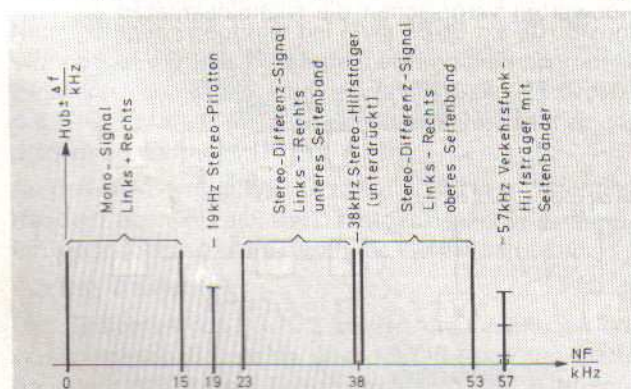

Bild 19 UKW-Modulationsspektrum
- Für die Dual-Übertragung (Zweitono) ist das UKW-Stereo-Übertragungsverfahren nur bedingt geeignet. Anstelle des Stereo-Differenz-Signals $L - R$ müsste das Mono-2-Signal über den unterdrückten Träger (38 kHz) übertragen werden (Bild 19). Auf Grund der nahen Lage